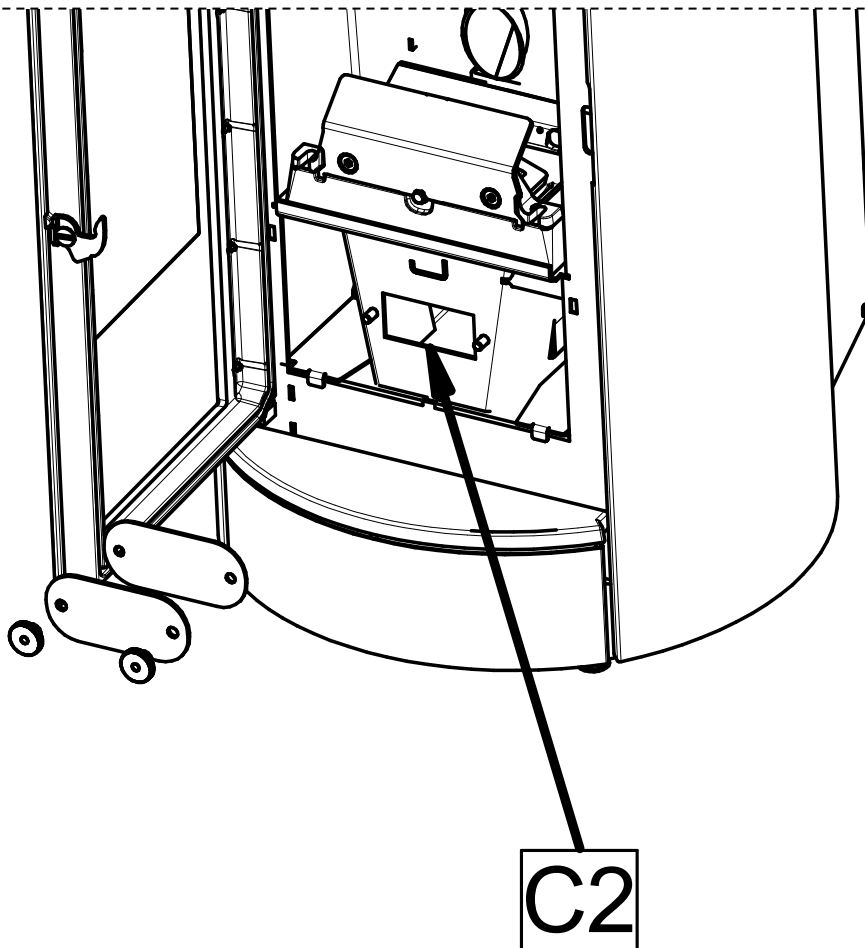

FIGURA 4
- Aspire la ceniza del compartimiento **C2** (figura 4). Al volver a colocar la tapa de inspección, verifique la integridad de la junta. Si es necesario, sustitúyala.